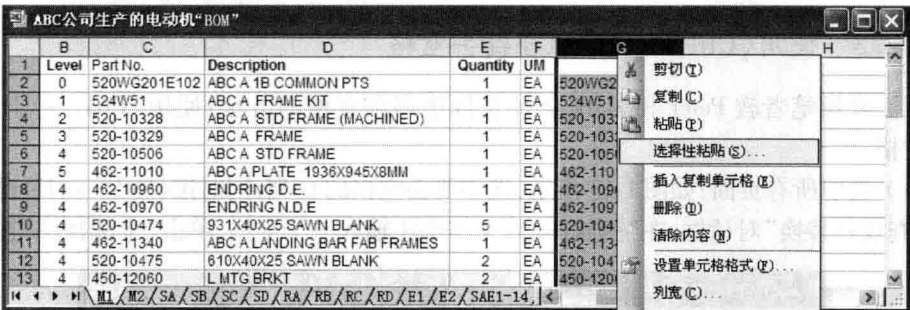

图 1-11 选择性粘贴-3 步骤之 2
(6) 区域不变,单击鼠标右键,选中快捷菜单中的“选择性粘贴”命令,如图 1-11 所示。